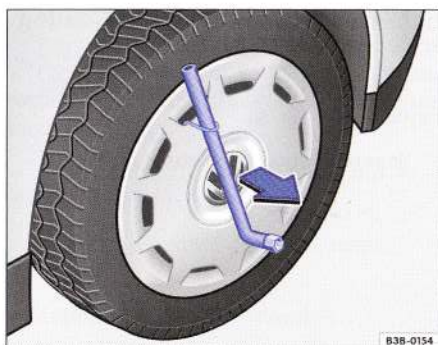

Fig. 35 Scoaterea capacului de roată.
- Introduceți cheia de roată prin mânerul de sârmă ⇒ fig. 35 și trageți capacul în sensul săgeții.